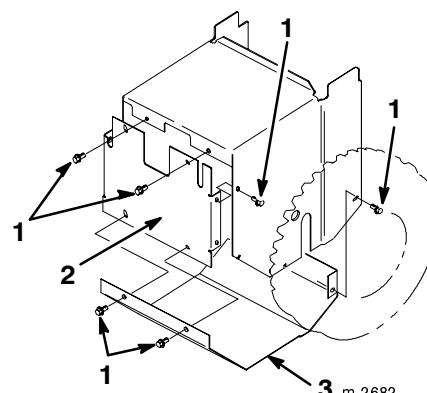

Figure 36
- Enlevez les 8 vis de fixation des plaques de protection arrière et inférieure et déposez celles-ci (Fig. 36).